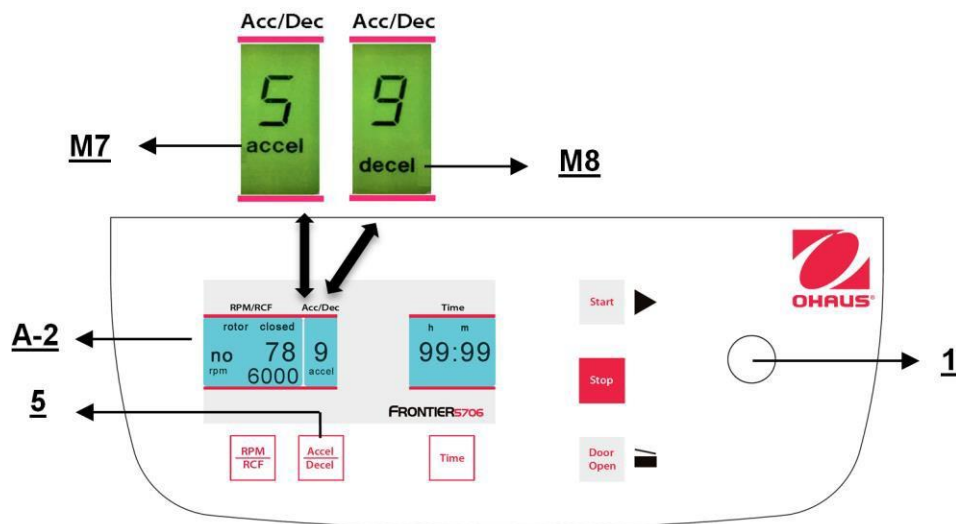

Figura 21
Esta función se activa con el botón **"Accel/Decel"** (5) (vea la Figura 21).